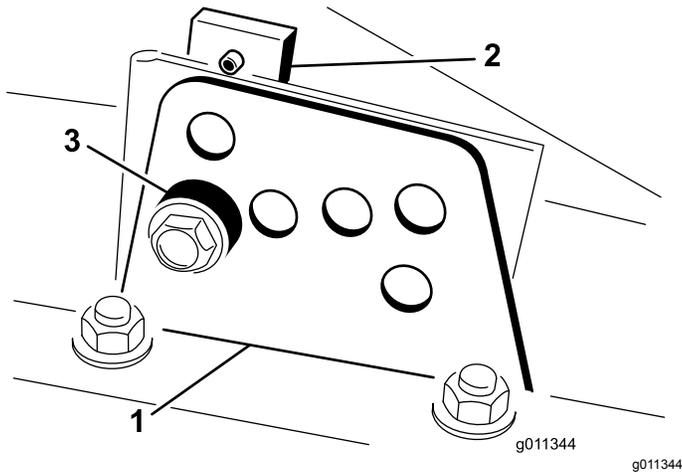

Figura 4
2. Afloje el perno que sujeta cada soporte de altura de corte a la pletina de altura de corte (delante y en cada lado) (Figura 4).
4. Sujetando la cámara, retire el espaciador (Figura 4)